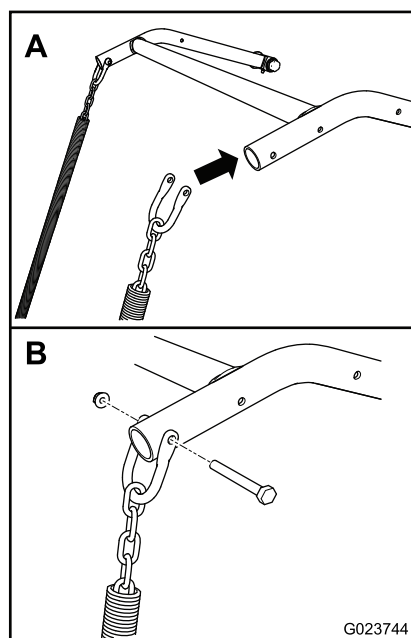

Figure 12
3. Alignez chaque manille sur le côté correct du dispositif de levage d'accessoire de la machine (Figure 12).